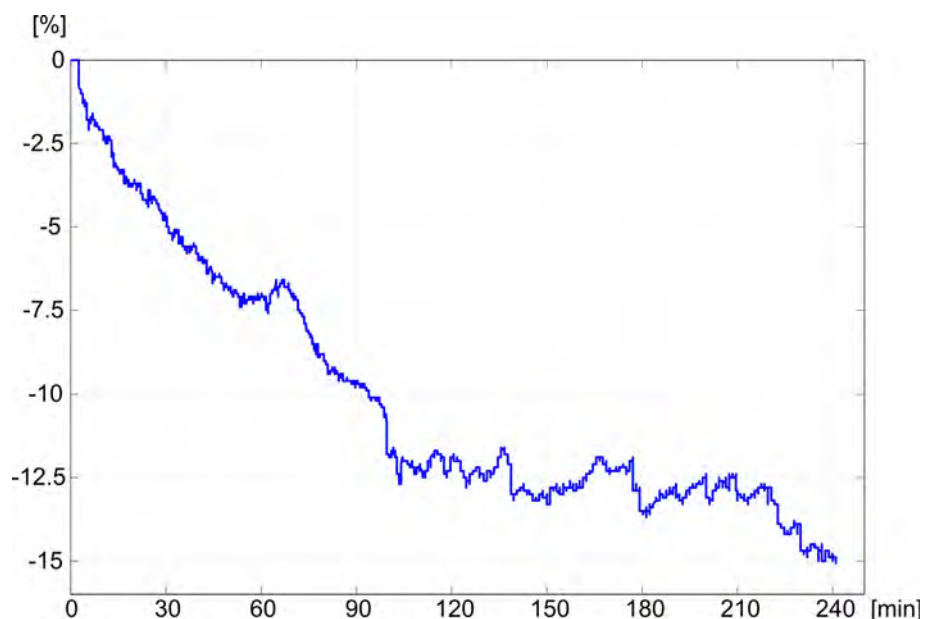

Fig. 11-18 Tendência do volume relativo de sangue (em %) durante o tratamento (tempo em minutos)
O sensor de hematócrito (opcional) (consulte a secção 11.4 Sensor de hematócritos (sensor HCT) (279)) apresenta valores do volume de sangue relativo (volume de sangue delta em %) em intervalos de tempo de 10 segundos. A função bioLogic Fusion utiliza estes valores para calcular os declives dos últimos 10 minutos da tendência RBV (Fig. 11-18) para monitorizar o desenvolvimento da redução de RBV.